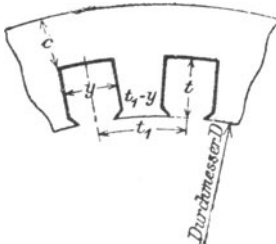

Fig. 173.
**Kerndicke.** Bezeichnet  $c$  die radiale Dicke des Ständers über den Nuten (Fig. 173),  $b_1$  die Eisenlänge ohne Luftschlitze,  $B_a$  die Induktion daselbst, so ist
**Nutenabmessungen.** a) Stator. Bezeichnet  $t_1$  die Nutenteilung, d. h. die Entfernung zweier Nutenmitten, gemessen auf dem zum Durchmesser  $D$  der Statorbohrung gehörigen Kreisumfang,  $k_1$  die Nutenzahl, so ist (Fig. 173)
Da man nach Gl. VI den Drahtquerschnitt  $q$  angenähert kennt, so läßt sich jetzt der Nutenquerschnitt folgendermaßen bestimmen: Ist  $t$  die Nutentiefe (Fig. 173), so ist der Nutenquerschnitt  $Q_n = t y$ .